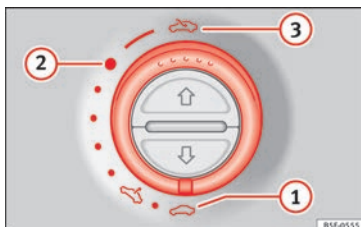

Fig. 13 En el revestimiento interior del techo: gire el conmutador para abrir y cerrar.
- Abrir: gire el conmutador hacia la posición » **fig. 13** ③.
- Posición de confort: gire el conmutador hacia la posición » **fig. 13** ②.
- Cerrar: gire el conmutador hacia la posición » **fig. 13** ①.